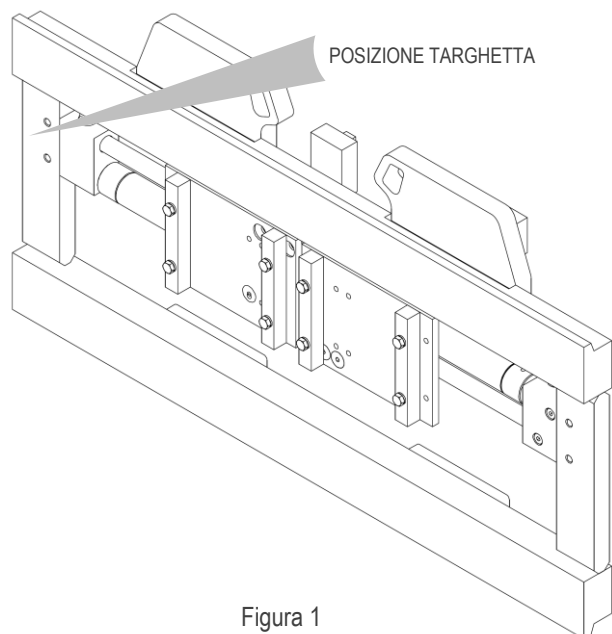
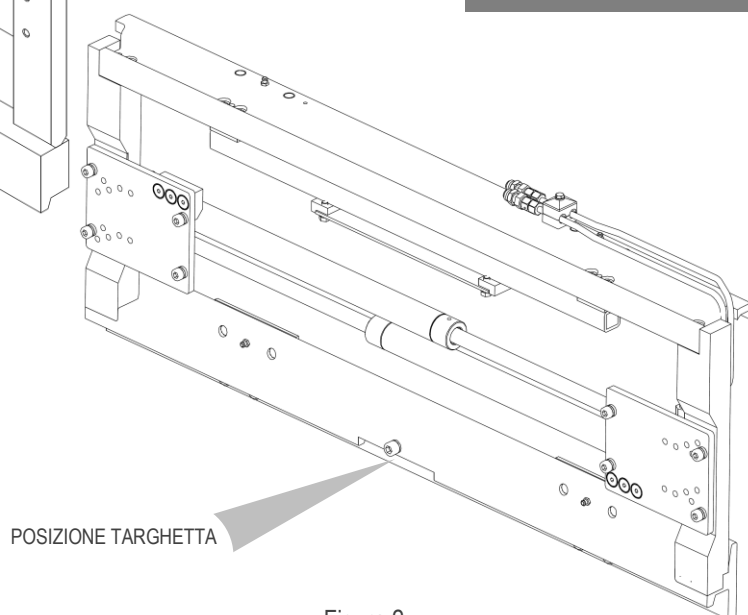

Figura 1
Figura 2
Tutte le attrezzature A.T.I.B. – POSIZIONATORE FORCHE TIPO 575 | 577 | 475 | 476 vengono identificate mediante targhetta adesiva (vedi *Tabella 1*) posizionata sull'attrezzatura (vedi *Figura 1* e *Figura 2*), fare sempre riferimento al numero di matricola.
5. Per la movimentazione utilizzare cinghie o catene opportunamente dimensionate rispetto al peso dell'attrezzatura, indicato in targhetta (vedi *Figura 1* e *Tabella 1* a pag.6).
10. Collegare il circuito idraulico, assicurandosi che la pressione di esercizio delle tubazioni sia superiore o uguale a quella indicata sulla targhetta di identificazione (vedi *Figura 1* e la *Tabella 1* a pag.6).
6. Per la movimentazione utilizzare cinghie o catene opportunamente dimensionate rispetto al peso dell'attrezzatura, indicato in targhetta (vedi *Figura 1* e la *Tabella 1* a pag.6).